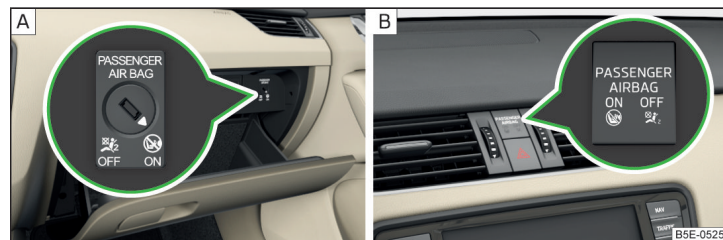

Fig. 13 Comutator cu cheie pentru airbagul frontal al pasagerului față/lampă de control pentru airbagul frontal al pasagerului față
Airbagul frontal al pasagerului față se poate dezactiva de la comutatorul cu cheie » **fig. 13 la pagina 20** - **[A]**.
Pozițiile comutatorului cu cheie » **fig. 13** - **[A]**
- » Cu ajutorul cheii, rotiți cu grijă fanta comutatorului cu cheie » **fig. 13** - **[A]** în poziția **OFF**.
- » Verificați dacă, după cuplarea contactului, este aprinsă lampa de control **OFF** » sub inscripția **PASSENGER AIRBAG** » **fig. 13** - **[B]**.
- » Cu ajutorul cheii, rotiți cu grijă fanta comutatorului cu cheie » **fig. 13** - **[A]** în poziția **ON**.
- » Verificați dacă, după cuplarea contactului, este aprinsă lampa de control **ON** » sub inscripția **PASSENGER AIRBAG** » **fig. 13** - **[B]**.